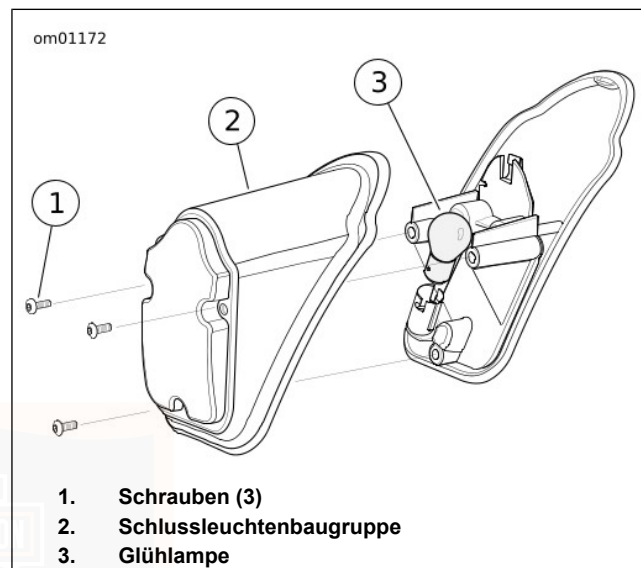

Abbildung 51. Baugruppe Schlussleuchte: „Tombstone“-Stil
1. Siehe Abbildung 51. Den Zündschalter auf OFF (Aus) schalten.
2. Die drei Schrauben (1) entfernen, um die Schlussleuchtenbaugruppe (2) vom Sockel abzunehmen.
3. Die Glühlampe (3) in die Fassung drücken. Gegen den Uhrzeigersinn eine Vierteldrehung drehen. Die Glühlampe aus der Fassung ziehen.